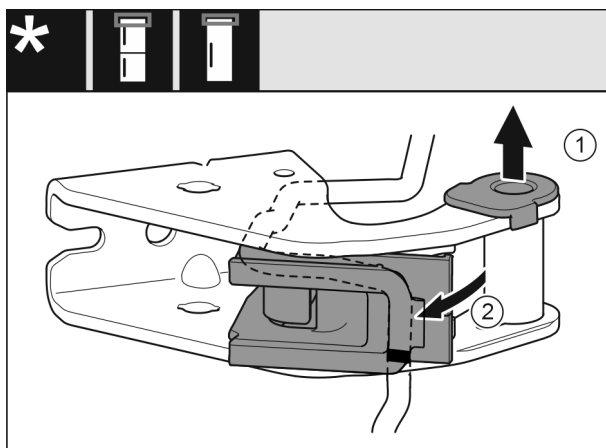

Fig. 26
- ▶ Tirer la douille de palier en dehors du guide. *Fig. 26 (1)*
- ▶ Incliner le support de câble vers l'extérieur. *Fig. 26 (2)*